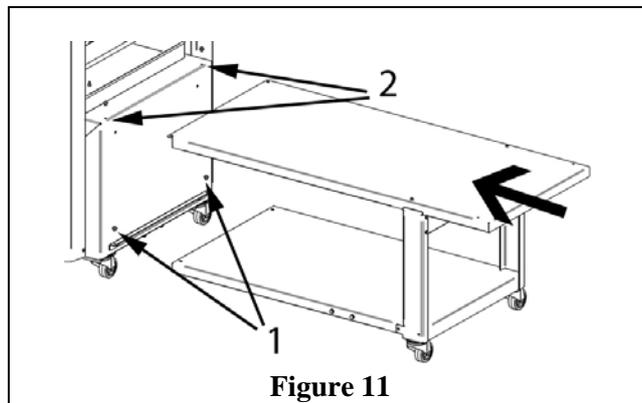

Figure 11
2. Fixez le plan inférieur avec les vis fournies (Figure 11, pos.1), puis fixez le plan supérieur (Figure 11, pos.2).